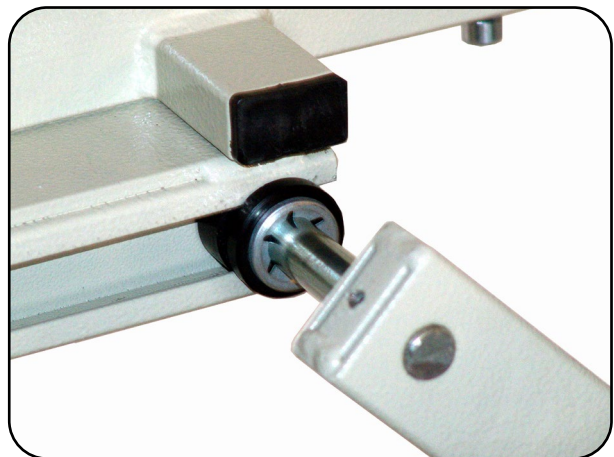

Abb. 6.1.06 – Gleitrolle in der C-Schiene
10. Schieben Sie die Fußauflage auf die Steckinnenrohre auf und fädeln Sie beim Zusammenschieben die Gleitrolle in die C-Schiene ein (Abb. 6.1.06).